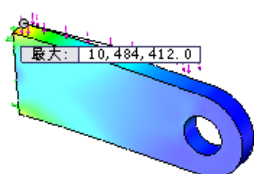

图 12.3.26 显示最大注解
- ☑ ☒ **显示最大注解** 复选框: 在模型中显示最大注解 (图 12.3.26)。